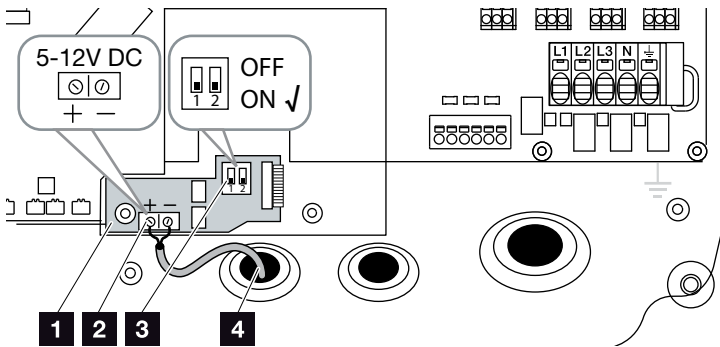

Bild 26: KOSTAL Smart AC Switch-kort
- 1.** För in styrledningen i växelriktaren och anslut den till anslutningsklämman  **Bild 26, pos. 2** på kretskortet.
- 3.** Ställ in DIP-brytaren på ON  **Bild 26, pos. 3**